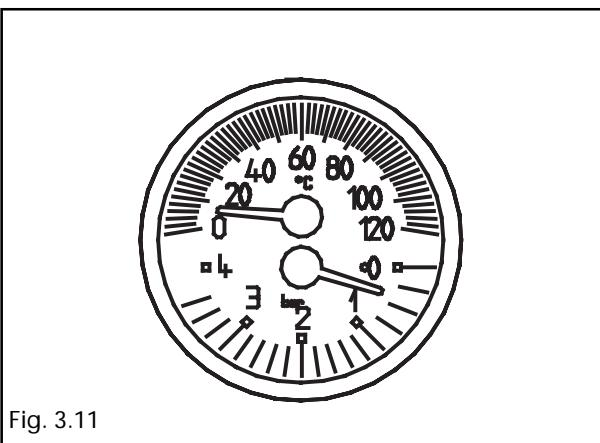

Fig. 3.11
- Cerciorarse que el grifo de entrada de agua fría (B) esta abierto.
- Abrir la llave de llenado del circuito (C) hasta que la presión indicada en el termohidrometro llegue hasta 1 bar (fig. 3.11).
- Abra a válvula automática de sangria ar (A), dando de duas ou três voltas a respectiva tampa
- assegure-se de que a torneira de entrada da água fria (B) esteja aberta
- abra a torneira de enchimento (C) até a pressão indicada no hidrômetro chegar a cerca de 1 bar (fig. 3.11)